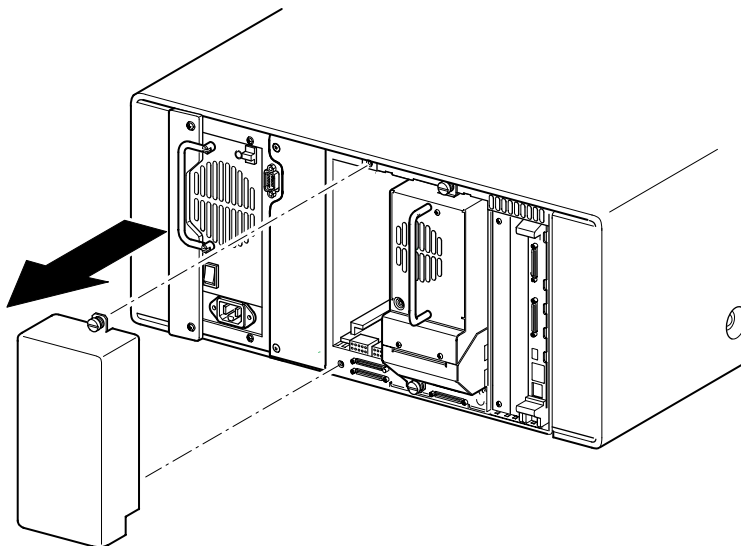

Figura D-1. Rimozione del pannello di riempimento dall'alloggiamento dell'unità a nastro pannello (MSL5026)
2. Rimuovere il pannello di riempimento che copre l'alloggiamento dell'unità a nastro (vedere la Figura D-1). Conservare il pannello di riempimento per un eventuale utilizzo futuro.